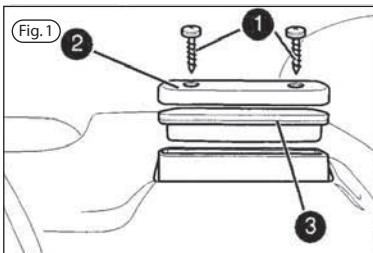

Fig.1
Les freins avant et arrière sont à disque sur toutes les variantes du véhicule (fig. 1).
Die Vorder- und Hinterradbremsen sind auf allen Fahrzeugmodellen Scheibenbremsen (Abb. 1).
Los frenos delantero y trasero son de disco en todas las versiones del vehículo (fig. 1).
- Svitare le viti del coperchio del serbatoio liquido freni 1 (fig.1) utilizzando l'attrezzo multifunzione.
- Rimuovi il coperchio 2 (fig.1) e la guarnizione 3 (fig-1).
- Remove brake fluid reservoir cover screws 1 (fig.1) using the multifunction tool.
- Remove cover 2 (fig.1) and gasket 3 (fig.1).
- Dévisser les vis du couvercle du réservoir de liquide de freins 1 (fig.1) à l'aide de l'outil multifonctionnel.
- Retirer le couvercle 2 (fig.1) et le joint 3 (fig.1).
- Die Schrauben des Deckels des Bremsflüssigkeitsbehälters 1 (Abb.1) mithilfe des Multifunktionswerkzeugs entfernen.
- Den Deckel 2 (fig.1) und die Dichtung 3 (fig.1) entfernen.
- Destornillar los tornillos de la tapa del tanque líquido frenos 1 (fig.1) utilizando el útil multifunción.
- Quitar la tapa 2 (fig.1) y el empaque 3 (fig.1).